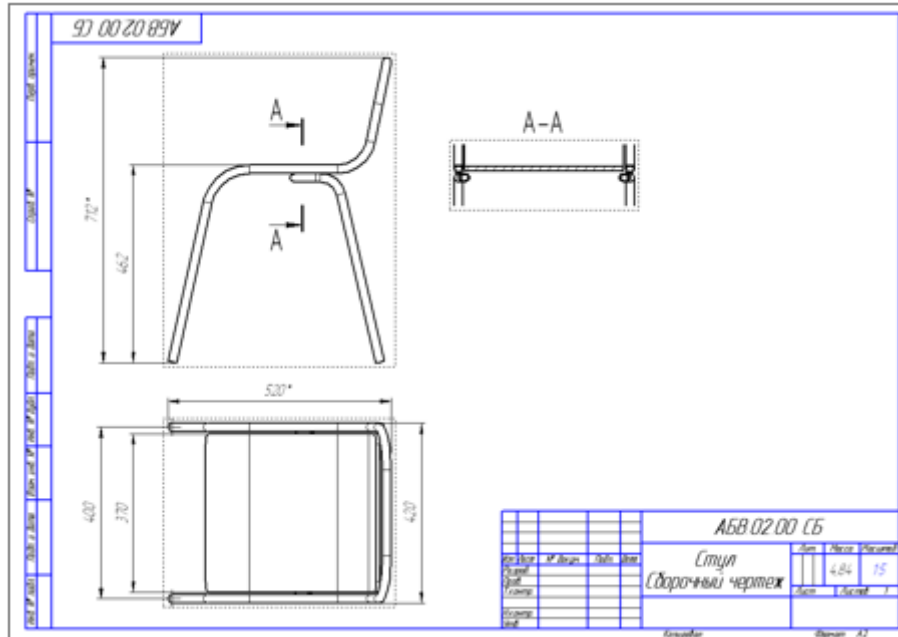

Рисунок 64
- Проставьте основные размеры (рис. 64).